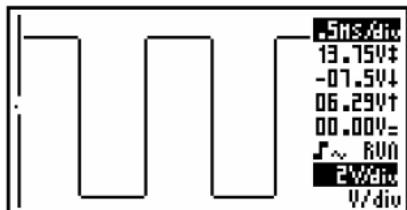

Fig 7.0
- Het wijzigen van de tijdbasis of gevoeligheid schakelt het autobereik uit. (**Fig 7.0**)
- Tout changement de la vitesse de balayage ou de la sensibilité, annule le mode "autorange". (**Fig 7.0**)
Autobereik aan (Fig. 7.0) :